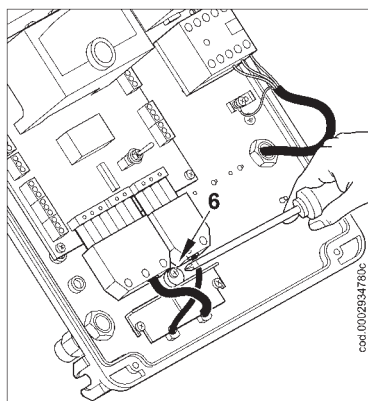

图3
3) 图3，将电缆压板(3)放回原位，旋转凸轮(6)使压板压紧两根电缆，然后拧紧压板固定螺丝。最后，插上7孔插头和4孔插头。